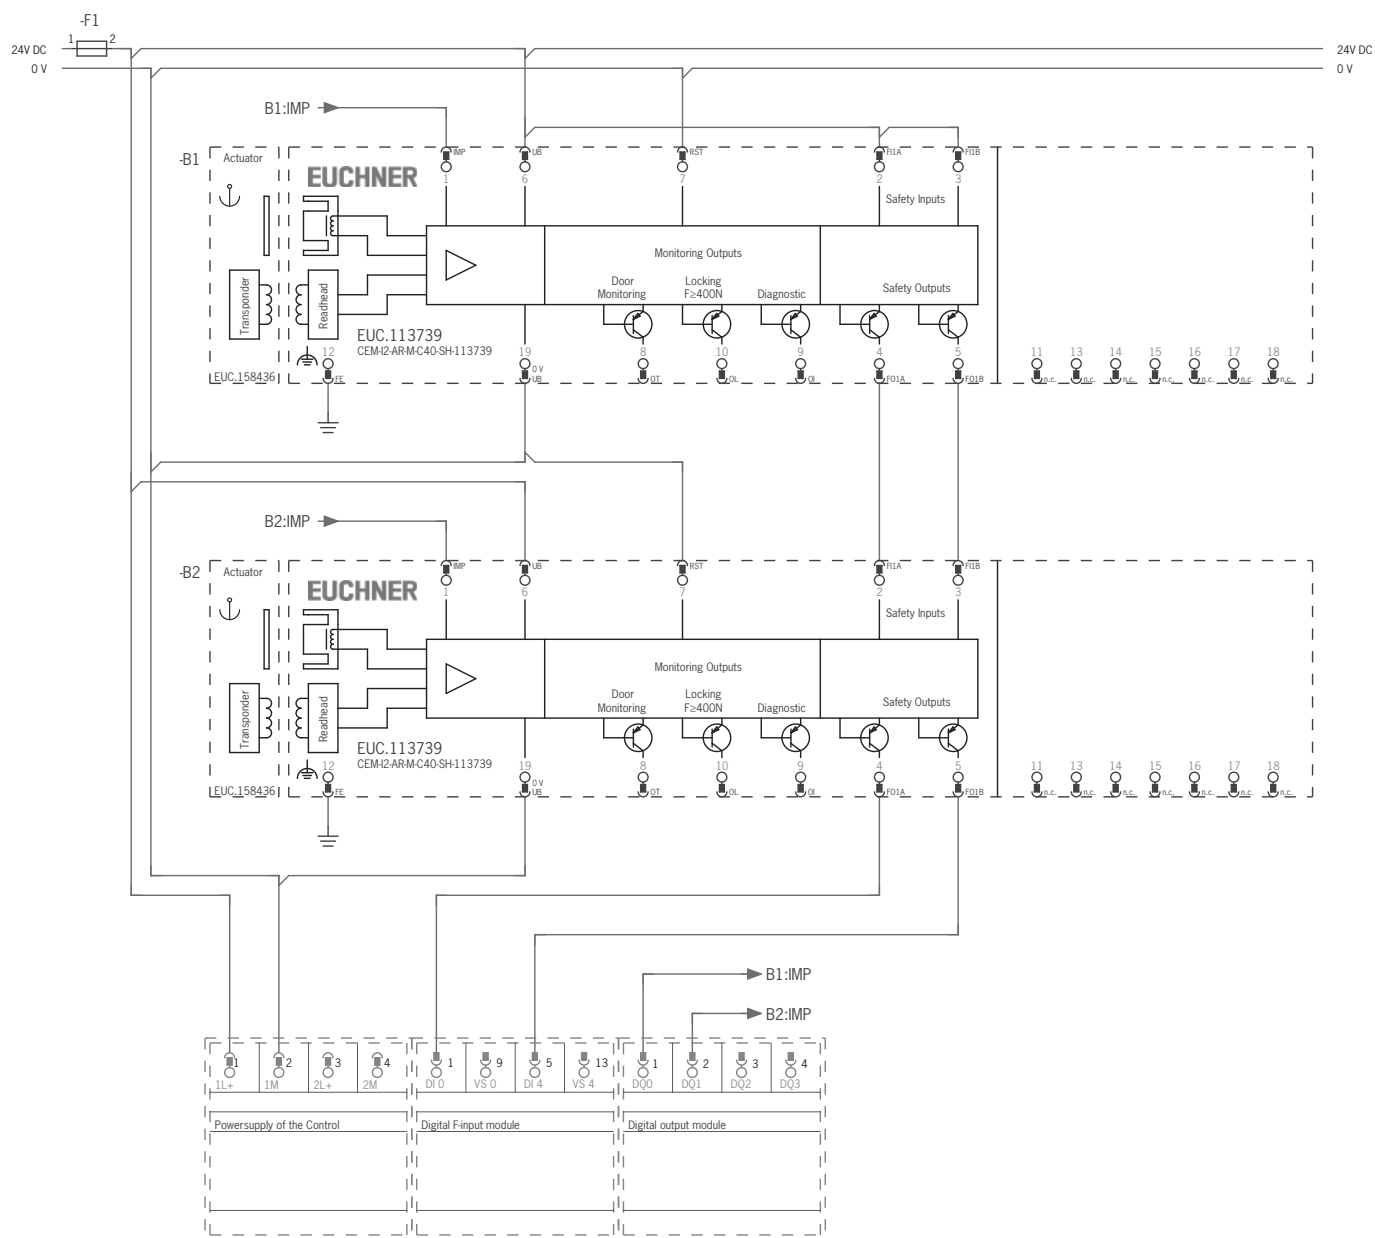

Fig. 6 : Exemple de raccordement pour utilisation en série dans un système CEM-AR
- Il faut utiliser un signal commun pour tous les interrupteurs en série. Cela peut être un inverseur ou encore la sortie d'une commande / d'un automate. Un bouton ne convient pas car la réinitialisation en cours de fonctionnement doit toujours être sur GND (voir l'interrupteur S11 à la Fig. 6 à la page 18).
Pour que cela soit possible, l'entrée RST doit être connectée comme indiqué sur la *Fig. 6 à la page 18*.